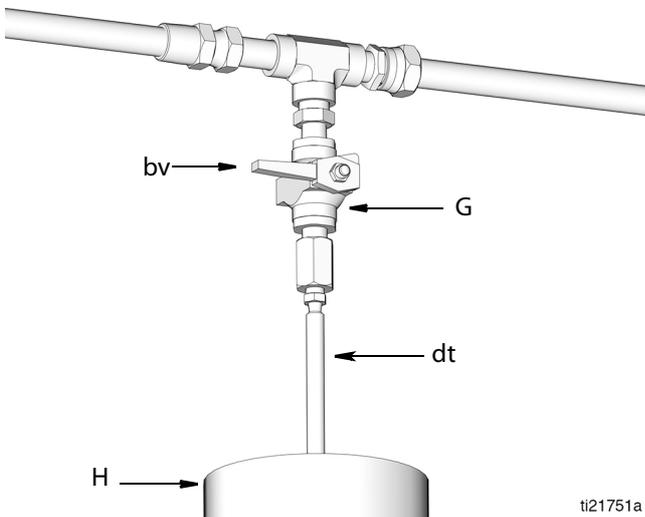

Рис. 16: показана установка в линии
3. Перекройте подачу воздуха на заполнительный насос (P).
4. Сбросьте давление между насосом станции дистанционного заполнения (P) и устройством автозаполнения для заполнения (S):
- a. Откройте шаровой клапан (bv) (Рис. 16). Давление сбросится и лишняя жидкость стечет через дренажную трубку (dt) в резервуар сбора смазки (Н).